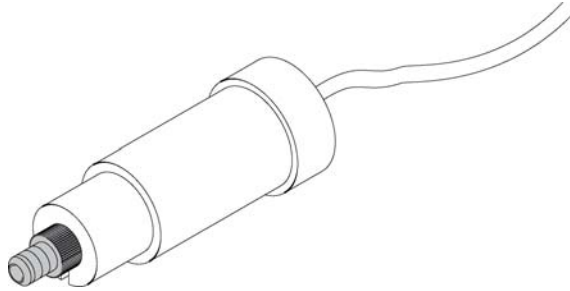

Abbildung 7 Montagewerkzeug
- 5 Befestigen Sie die Lösungsmittelschläuche der Flaschenaufsätze an den entsprechenden mit A, B, C, D bezeichneten (üblicherweise oben befindlichen) Eingängen am Mikro-Vakuumentgaser. Ziehen Sie die Schrauben an den Leitungen mit Hilfe des Montagewerkzeugs wie in Abbildung 7 auf Seite 23 an. Befestigen Sie die Schlauchleitungen in den Klammern am Mikro-Vakuumentgaser.
- 6 Verbinden Sie die mit A bis D beschrifteten Verbindungsleitungen mit den Ausgängen (normalerweise mit dem jeweiligen Anschluss eines Kanals) des Mikro-Vakuumentgasers. Ziehen Sie die Schrauben an den Leitungen mit Hilfe des Montagewerkzeugs wie in Abbildung 7 auf Seite 23 an.